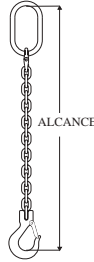

Fig. 1
3. Determine el alcance total desde el punto de apoyo del eslabón maestro hasta el punto de apoyo del gancho (ver. Fig. 1)